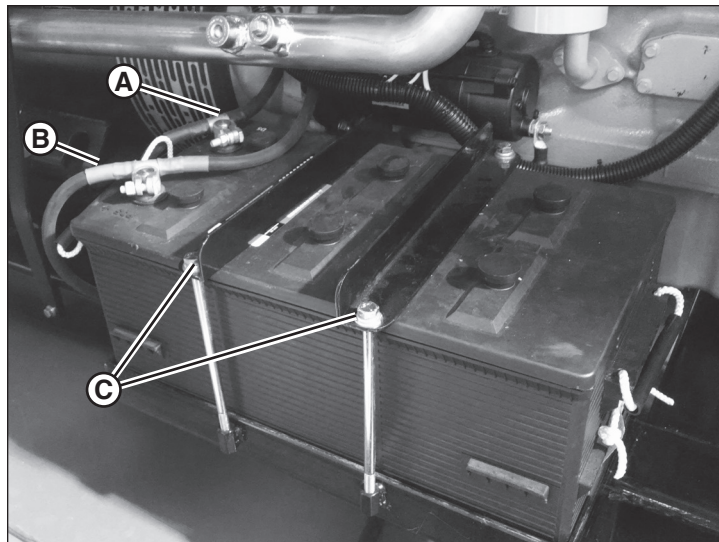

Figura 30
1. Desconecte el cable negativo (-) negro (A, Figura 30) del terminal negativo (-) de la batería y fíjelo lejos de la batería.
2. Desconecte el cable positivo (+) rojo (B, Figura 30) del terminal positivo (+) de la batería y fíjelo lejos de la batería.
3. Quite las piezas metálicas (C, Figura 30) que fijan un lado de cada soporte de sujeción y saque los soportes hacia la parte posterior de la batería.